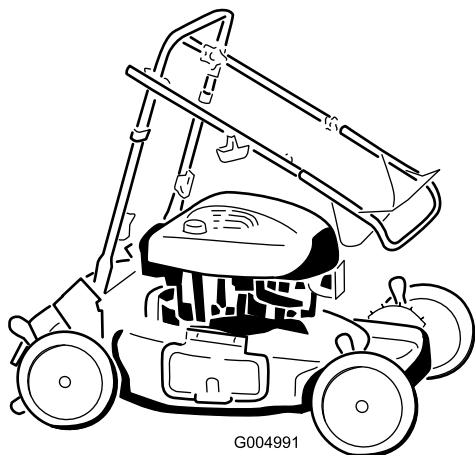

Figure 30
2. Pliez la moitié supérieure en avant de la manière indiquée (Figure 30).